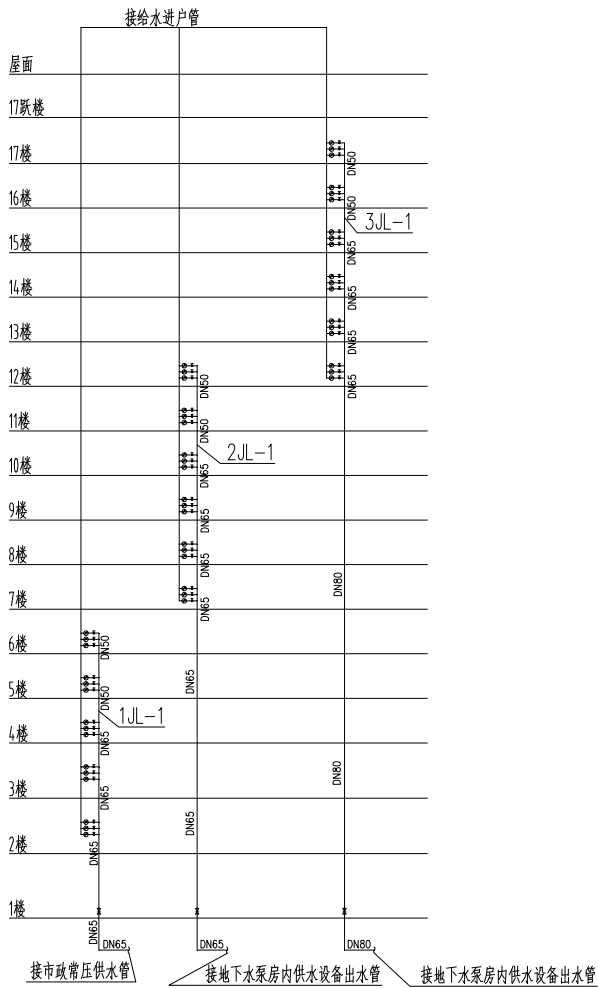

图 13-64 绘制文字标注
**10** 绘制文字标注。单击“专业标注”→“引出标注”命令，为给水管线绘制引出标注文字；单击“文字表格”→“单行文字”命令，绘制楼层标注，结果如图 13-64 所示。